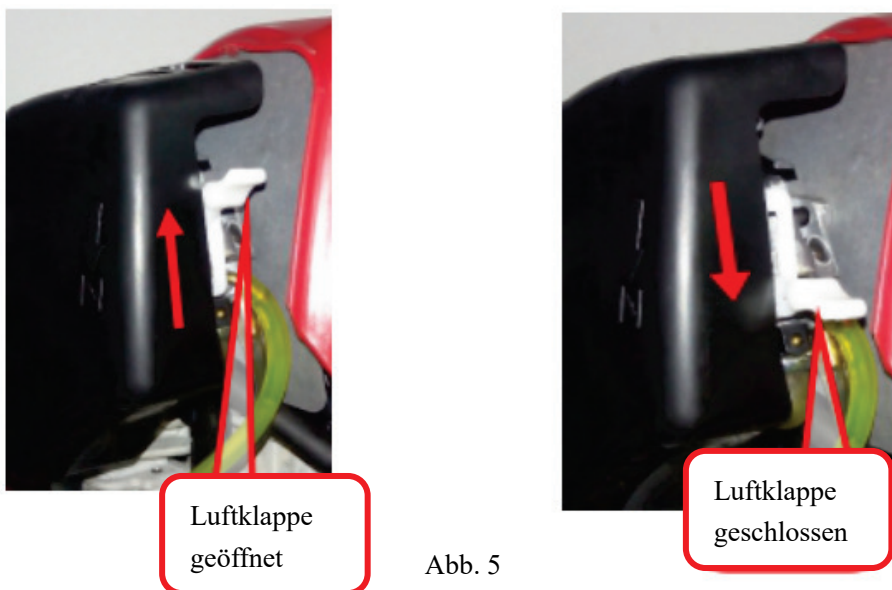

Abb. 5
5.1. Drücken Sie vor dem Starten der Maschine mehrfach die durchsichtige, halbrunde Kraftstoff-Einspritzhandpumpe, bis der Vergaser mit Kraftstoff gefüllt ist. (Wenn der Motor kalt ist, schließen Sie die Luftklappe. Öffnen Sie die Luftklappe nach dem Start, wie in Abb. 5 dargestellt)